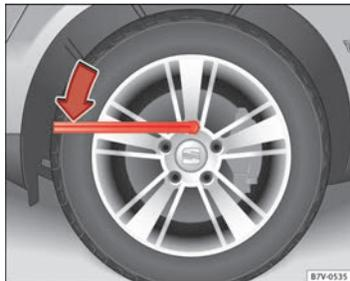

Fig. 183 Changement de roue : desserrez les boulons de la roue.
- Placez la clé démonte-roue jusqu'en butée sur le boulon de roue ⇒ fig. 183.